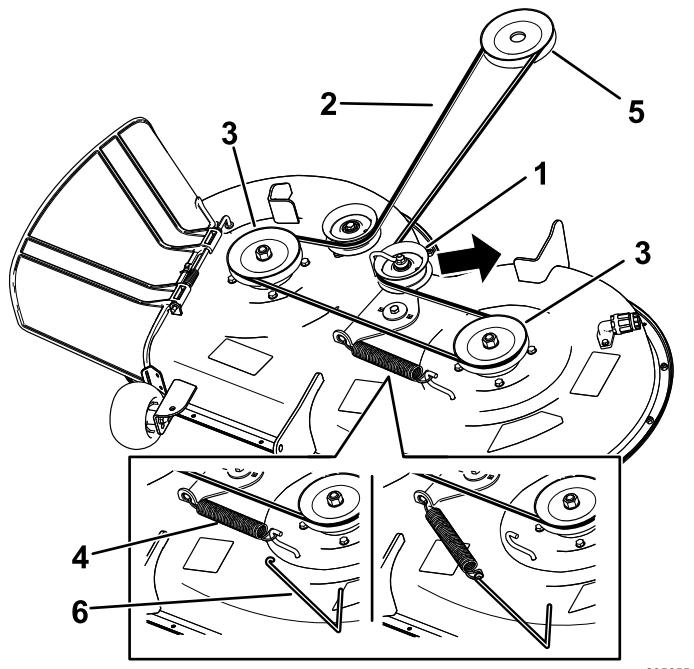

Рисунок 54
6. Используя съемник пружин (номер 92-5771 по каталогу Toro), снимите пружину натяжного ролика с крюка деки, чтобы снять натяжение с натяжного ролика, и снимите ремень со шкивов (Рисунок 54).
7. Проложите новый ремень вокруг шкива двигателя и шкивов газонокосилки (Рисунок 54).
8. Используя съемник пружин (номер 92-5771 по каталогу Toro), установите пружину натяжного ролика на крюк деки и создайте натяжение на натяжном ролике и ремне газонокосилки (Рисунок 54).